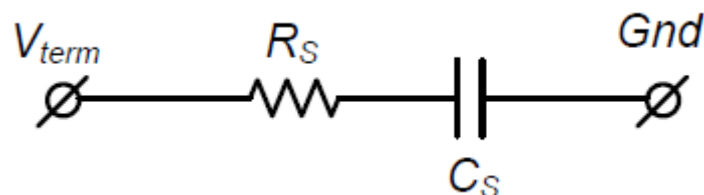

图 1. 低頻 RC 電池模型
電池電量計使用電流和電壓量測來計算基本參數，例如充電狀態，健康狀態和剩餘容量。基於傳統 Impedance Track™ 技術的電池電量計假設電池負載變化緩慢，因此可在電池放電時進行準確的電阻量測，以計算高準確度的即時電池荷電狀態預測。將電池建模為低頻電阻電容器 (RC) 模型 (如 图 1 所示) 就足以應對這些緩慢變化的電池負載。但具有可變或高頻負載電流的較新應用，需要更全面的模型和適應性演算法，才能維持準確的電池荷電狀態評估。